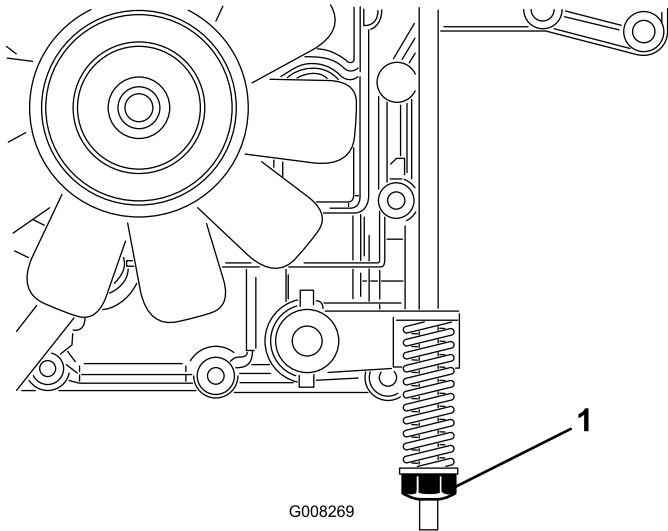

Bild 33
Die Bremse befindet sich an der rechten Seite der Hinterachse im Hinterreifen (Bild 33).
3. Drehen Sie die Einstellmutter der Bremse nach rechts, bis Sie die Maschine nicht mehr schieben können (Bild 33).